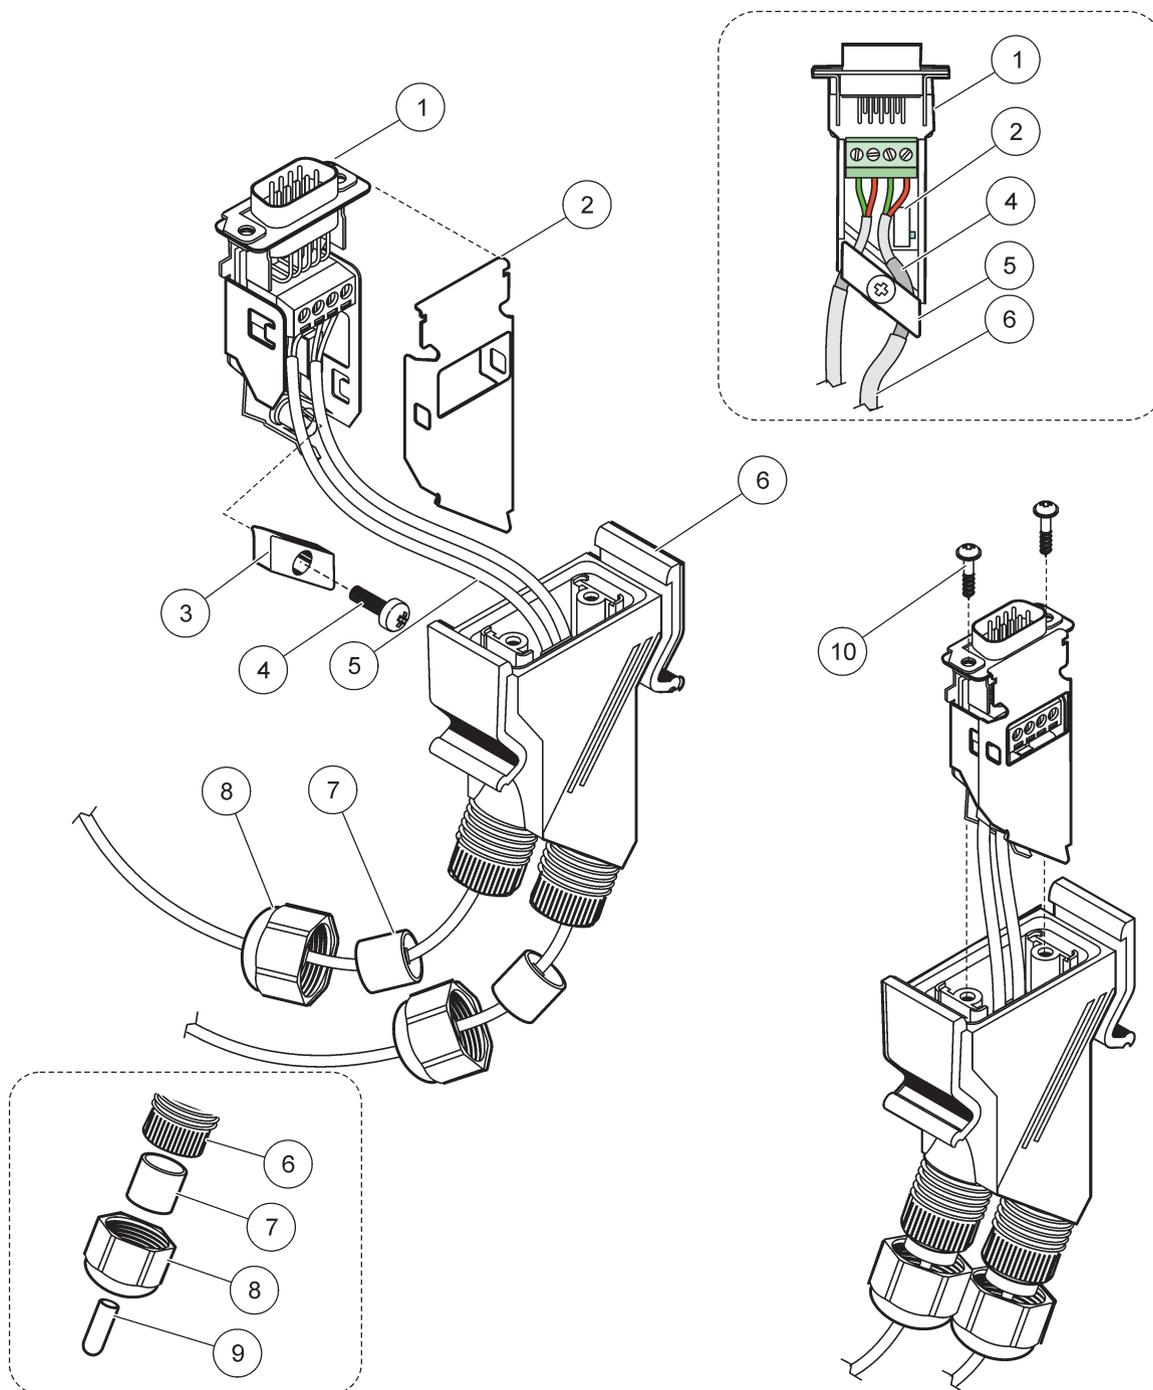

Figure 31 Branchement du connecteur de réseau sur la résistance de raccordement du réseau SC1000
2. Alimenter le câble en utilisant l'écrou de raccord, le joint d'étanchéité en caoutchouc , et le boîtier de connecteur (Figure 31).
Remarque : En utilisant le connecteur avec le dernier module sur le segment de réseau, un écrou de raccord reste inutilisé. Sceller l'écrou de raccord avec la prise fournie. Reportez-vous à la Figure 31.
² Utiliser cette prise si le Réducteur de tension n'est pas utilisé, se référer pour insérer dans Figure 31.